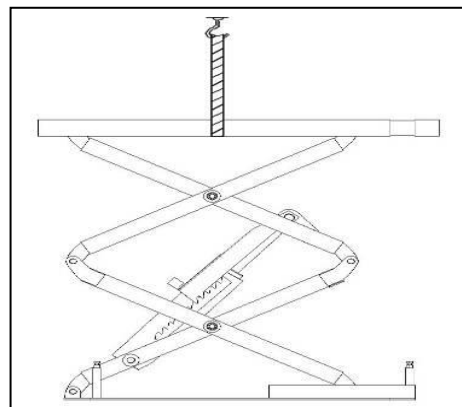

Figura 14
- Use uma grua para levantar as plataformas (figura 14) e tenha a certeza que o sistema de segurança está ativo e bloqueado.